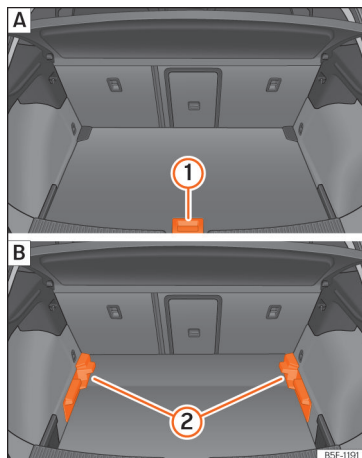

Fig. 188 Piso variável da bagageira: [A] posição alta; [B] posição baixa.
- Para passar da posição baixa para a alta, levante o piso pela pega »» Fig. 188 (1), puxe-o para trás até que a parte dianteira do piso baixe totalmente os suportes (2).
- Desloque o piso sobre estes para a frente até que chegue ao limite no encosto dos bancos traseiros e, de seguida, baixe o piso com a pega (1).
- Para passar da posição alta para a baixa, levante o piso pela pega »» Fig. 188 (1), puxe-o para trás até que a parte dianteira do piso baixe totalmente os suportes (2).
- Deixe cair a parte anterior contra o piso e empurre o piso para a frente até que atinja o limite no encosto dos bancos traseiros, baixando ao mesmo tempo o piso com a pega (1).
- Com o piso variável na posição alta, levante pela pega »» Fig. 188 ①, puxe-o e empurre para o encosto dos bancos traseiros até que o piso dobre pela linha da dobradiça e a parte móvel do piso assente sobre o mesmo.